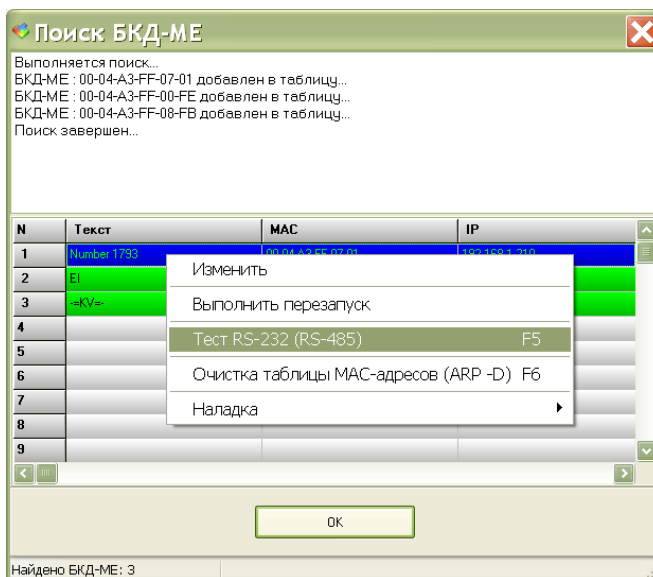

Рисунок 29 - Команда «Тест RS-232(RS-485)»
- 4) Выделить проверяемый БКД-МЕ в списке найденных блоков, в контекстном меню выбрать команду «Тест RS-232(RS-485)» (рисунок 29).
- 3) Выделить проверяемый БКД-МЕ в списке найденных блоков, в контекстном меню выбрать команду «Тест RS-232(RS-485)» (рисунок 29).